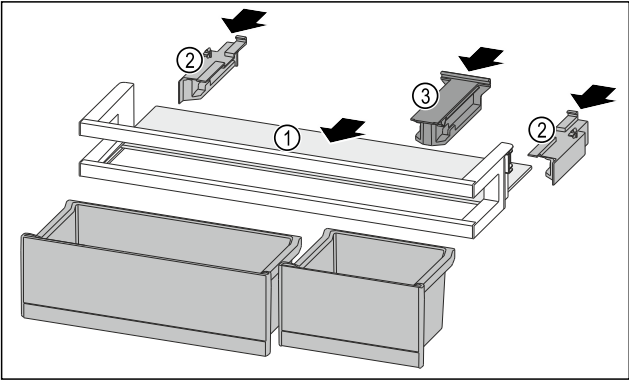

Fig. 151
- ▶ 将搁板 Fig. 151 (1)推入侧面凹槽。
- ▶ 插入侧面部分 Fig. 151 (2)。
- ▶ 插入定位件 Fig. 151 (3)。